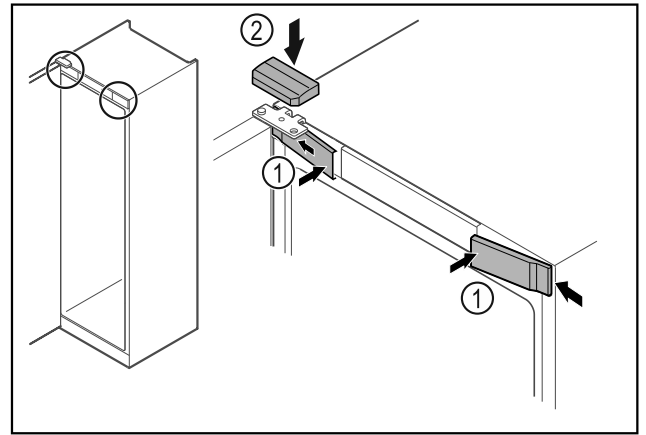

Fig. 63
- ▶ Enganchar las cubiertas delanteras Fig. 63 (1) lateralmente y encajarlas.
- ▶ Encajar la cubierta superior Fig. 63 (2) desde arriba.